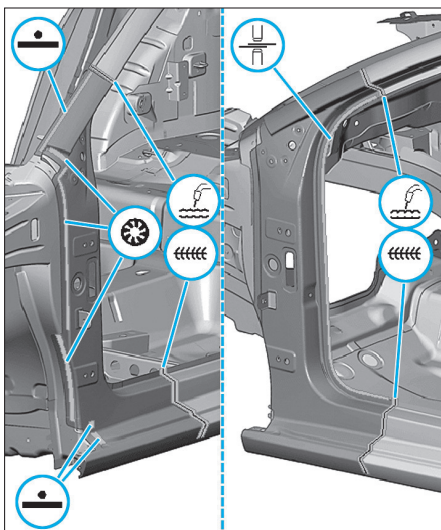

FIG. 30
- Souder le montant A comme illustré (Fig.30) et (Fig.31).